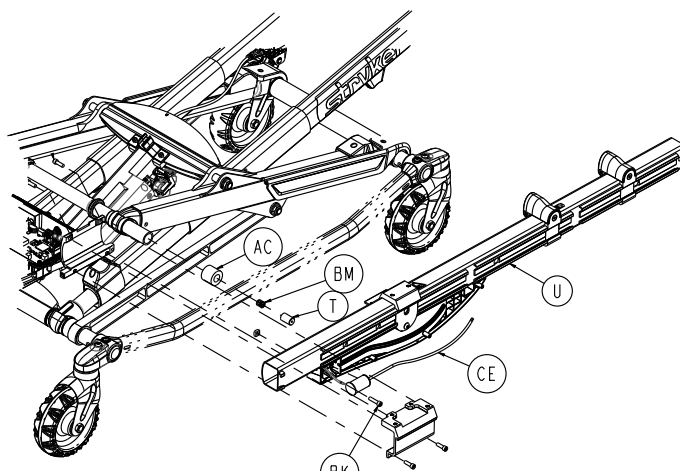

Figure 118 – Retirer l'ensemble aimant coulissant
9. Débrancher l'ensemble de capteur MTS (CE) (Figure 118).
10. Avec une clé Torx T30, retirer les vis d'assemblage à six pans creux (BK) de l'ensemble de rail externe (U) (Figure 118). Conserver la vis.
11. Retirer l'ensemble d'aimant coulissant (T), le rouleau coulissant (AC) et le fil de compression (BM) (Figure 118). Jeter toutes les pièces.